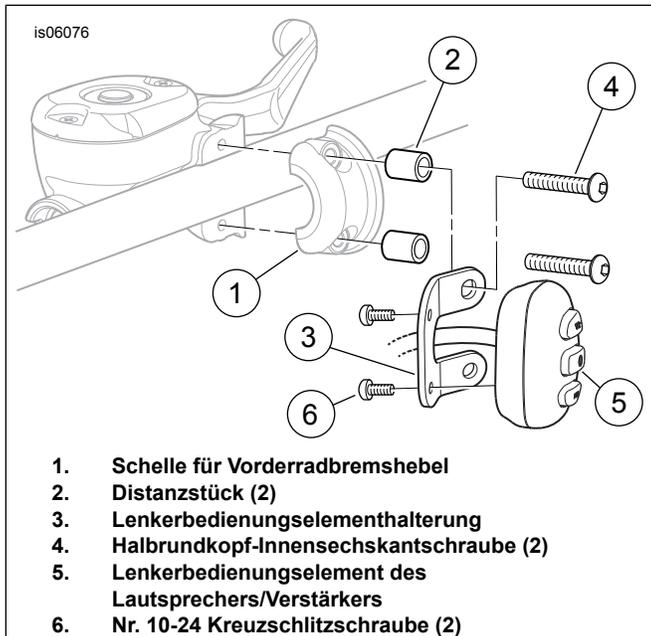

Abbildung 2. Einbau des Lenkerbedienungs-elementes und der Halterung
1. Siehe Abbildung 2. Die Vorderradbremshebel-Schellenschrauben vom Fahrzeug entfernen. Die Schelle (1) ausbauen und aufbewahren. Die Schrauben können entsorgt werden.
2. Folgende Teile zur Hand nehmen: Handbedienungselement-Halterung (3), zwei Distanzscheiben (2), zwei Schrauben (6) und:
- **Für XL Sportster-Modelle ab 2004:** zwei Schrauben (4) aus dem Satz.
- **Für ALLE ANDEREN Modelle:** zwei Schrauben (4) aus dem Satz.
3. Den Lenkerbedienungselement-Kabelbaum (5) wie dargestellt durch die Mitte der Lenkerbedienungselementhalterung (3) verlegen.
5. Das Lenkerbedienungs-element (5, Teil der Kabelbaumbaugruppe) mit den Schrauben (6) an der Halterung befestigen. Sicher anziehen.